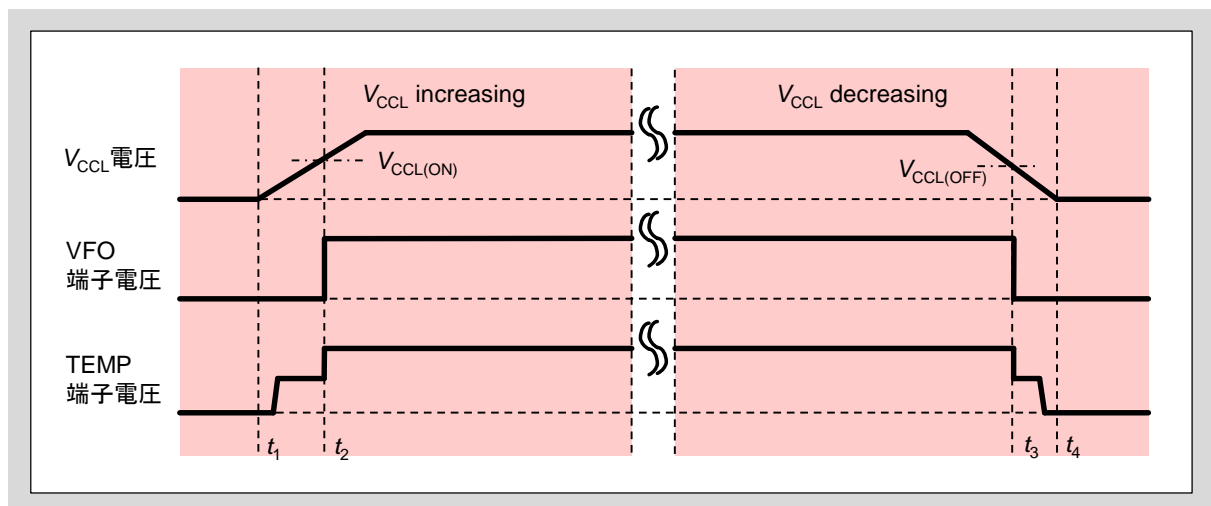

図3-26 本製品の起動と停止時のTEMP端子の動作シーケンス
- 図3-26に電源立上げと立下げ時のTEMP端子の動作シーケンスを示します。